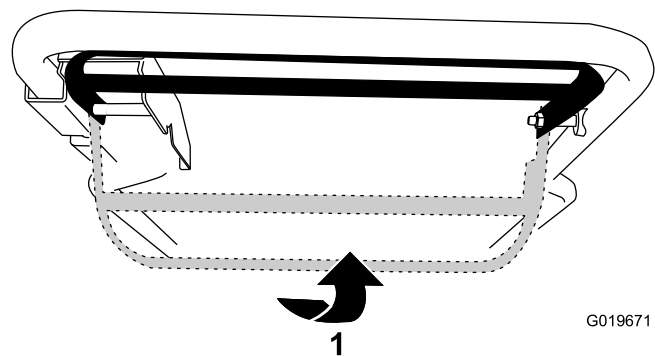

Figura 19
- Para engranar la transmisión autopropulsada sin activar las cuchillas, levante la barra de control hasta el manillar (Figura 19).